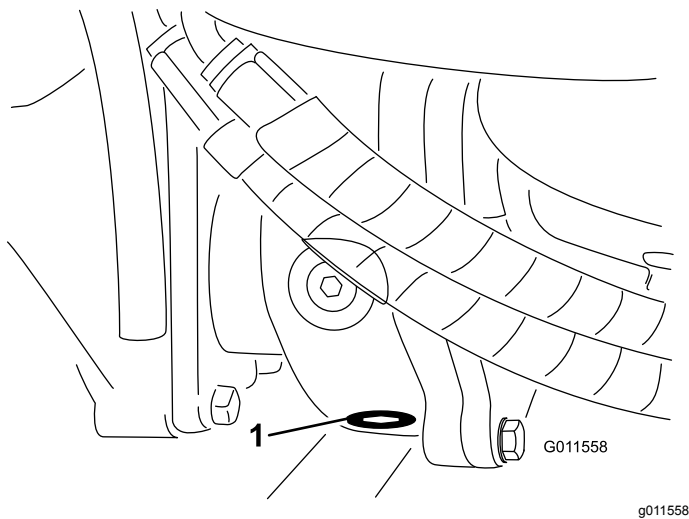

Figura 70
5. Limpe a zona em redor do tampão de escoamento no fundo da caixa de engrenagens (Figura 70).